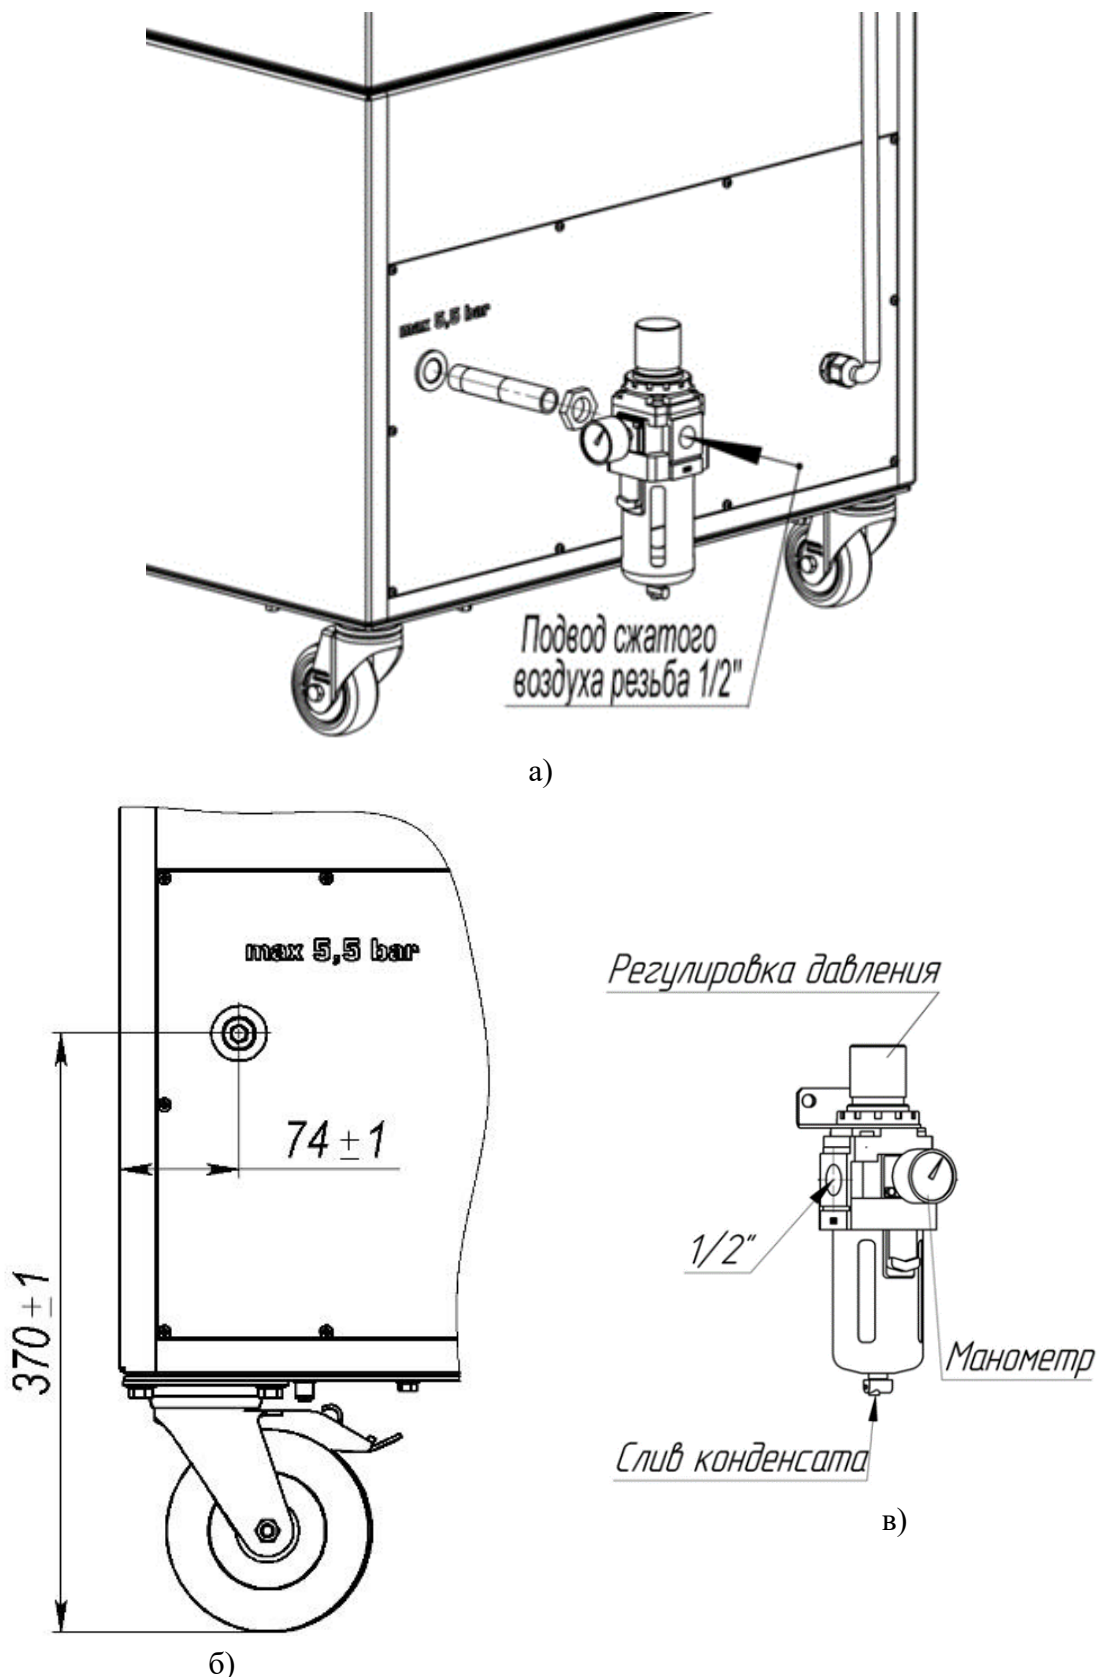

Рисунок 5
5.2.2 В конструкции ВМО, которым комплектуется фильтр, предусмотрены манометр для контроля уровня давления сжатого воздуха и редуктор с рукояткой для его регулировки (рисунок 5в).
- 2) выпустить конденсат, нажав на штуцер, расположенный в низу ВМО (рисунок 5в);